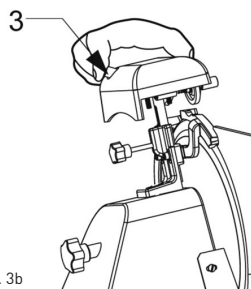

FIG. nr. 3b
- apăsați butonul mic (3, FIG. nr. 3b), lăsați lama să se frece de pietrele de ascuțit timp de 30/40 sec. pentru a obține o muchie bine ascuțită;